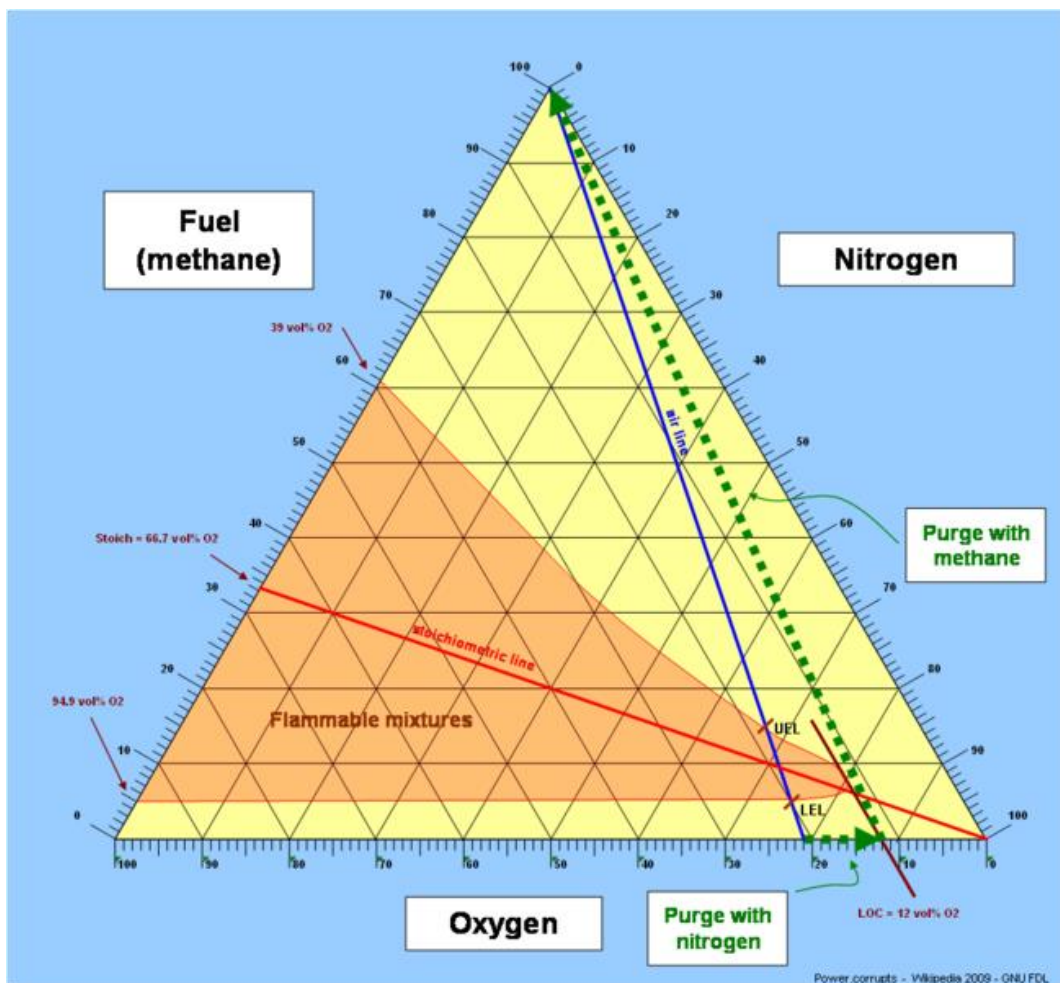

Figura 3 - Limites de Inflamabilidade para misturas de Metano e Ar
- Os gasômetros devem conter somente gases combustíveis. A concentração do oxigênio no gás deve ser no máximo um terço da *Concentração Limite de Oxigênio* (LOC) para os gases combustíveis presentes. O LOC no caso do metano puro é de 14,5 % v/v (Figura 3) e no caso do hidrogênio puro é de 5,2% v/v, diluídos com CO₂. Assim, para biogás e gás de carbonização, que contém hidrogênio, a concentração de oxigênio deve ser inferior a 1,7% v/v.